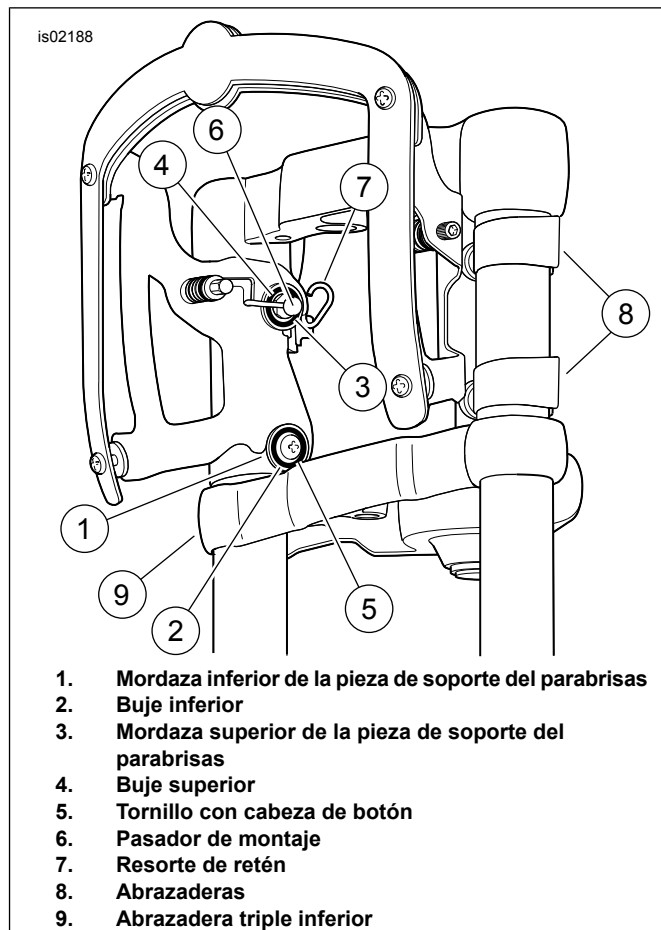

Figura 2. Instalación del parabrisas
4. Vea la Figura 2 y la ilustración de Piezas de servicio de su parabrisas. Instale el parabrisas en la motocicleta como sigue:
- a. Cuidadosamente enganche las mordazas (1), ubicadas en la parte inferior de las piezas de soporte de montaje del parabrisas, en las ranuras de los bujes inferiores (2).
- b. Enganche las mordazas (3), ubicadas en la parte superior de las piezas de soporte de montaje del parabrisas, en las ranuras de los bujes superiores (4).
- d. Apriete los tornillos inferiores con cabeza de botón (5) a 20,3 N·m (15 ft-lbs).
- e. Apriete los pasadores de montaje superiores (6) a 20,3 N·m (15 ft-lbs).
- f. Enganche los resortes de retén (7) sobre los pasadores de montaje.